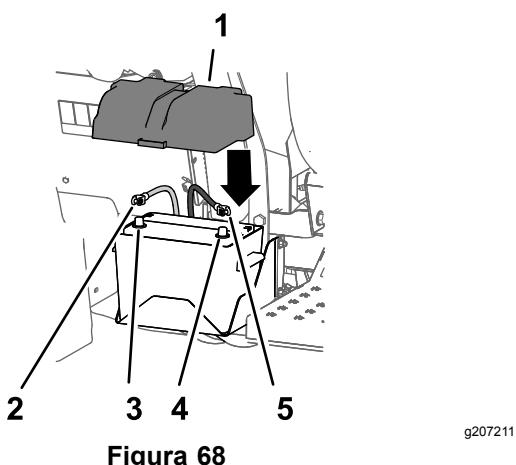

Figura 68
1. Ligue o cabo positivo da bateria ao borne positivo da bateria (Figura 68).
2. Ligue o cabo negativo da bateria ao borne negativo da bateria (Figura 68).
3. Alinhe a cobertura da bateria com a caixa da bateria e prenda a cobertura com a cinta (Figura 68).